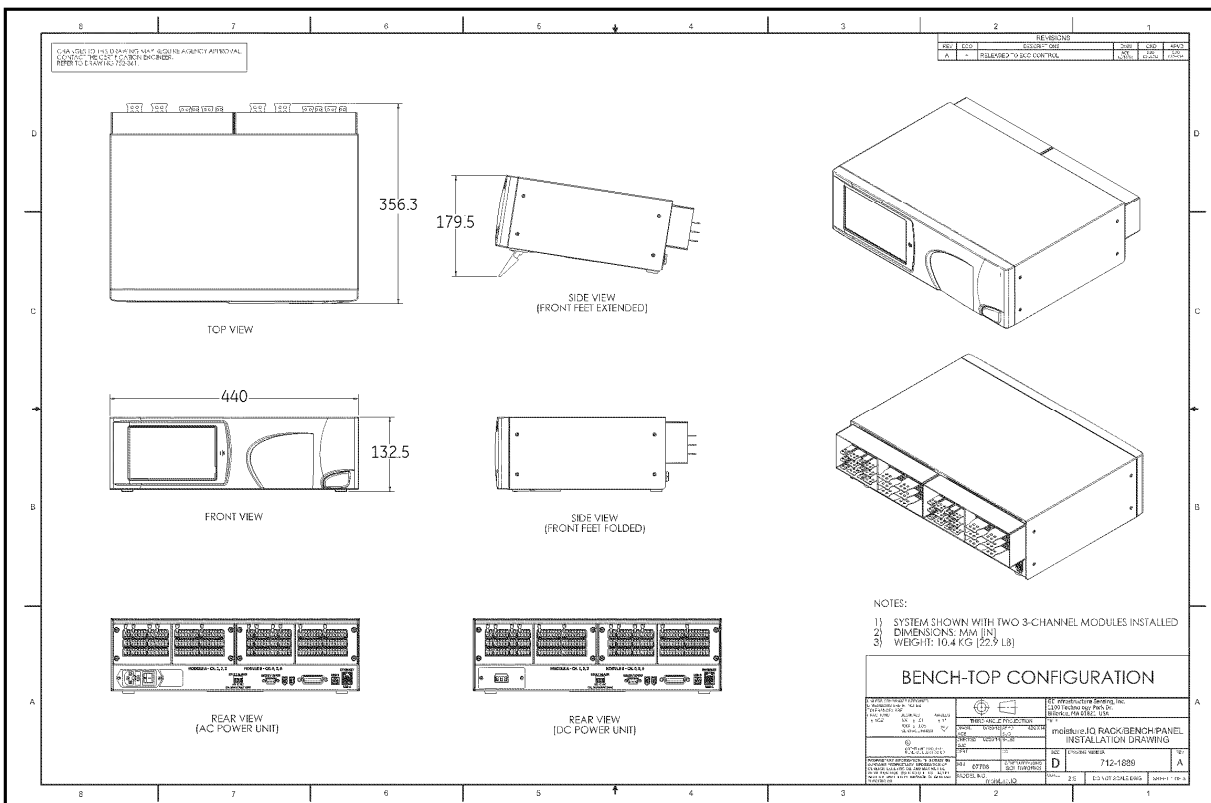
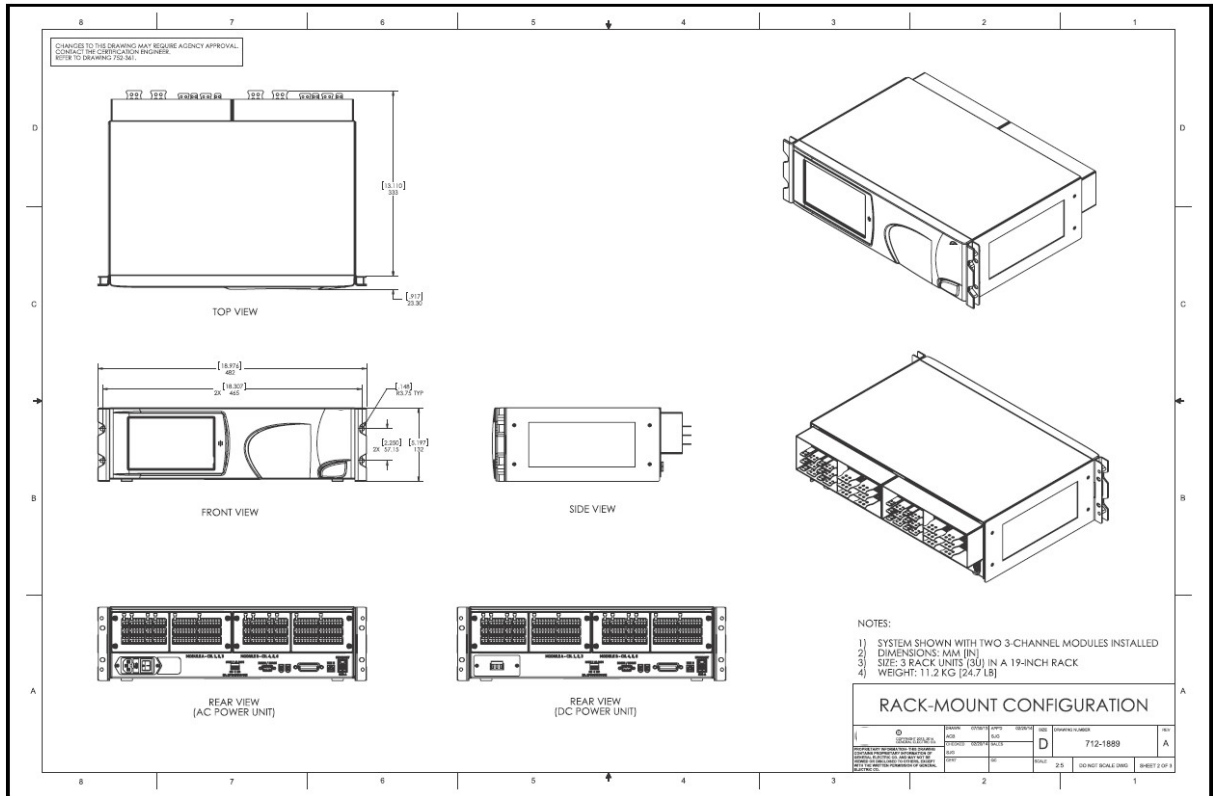
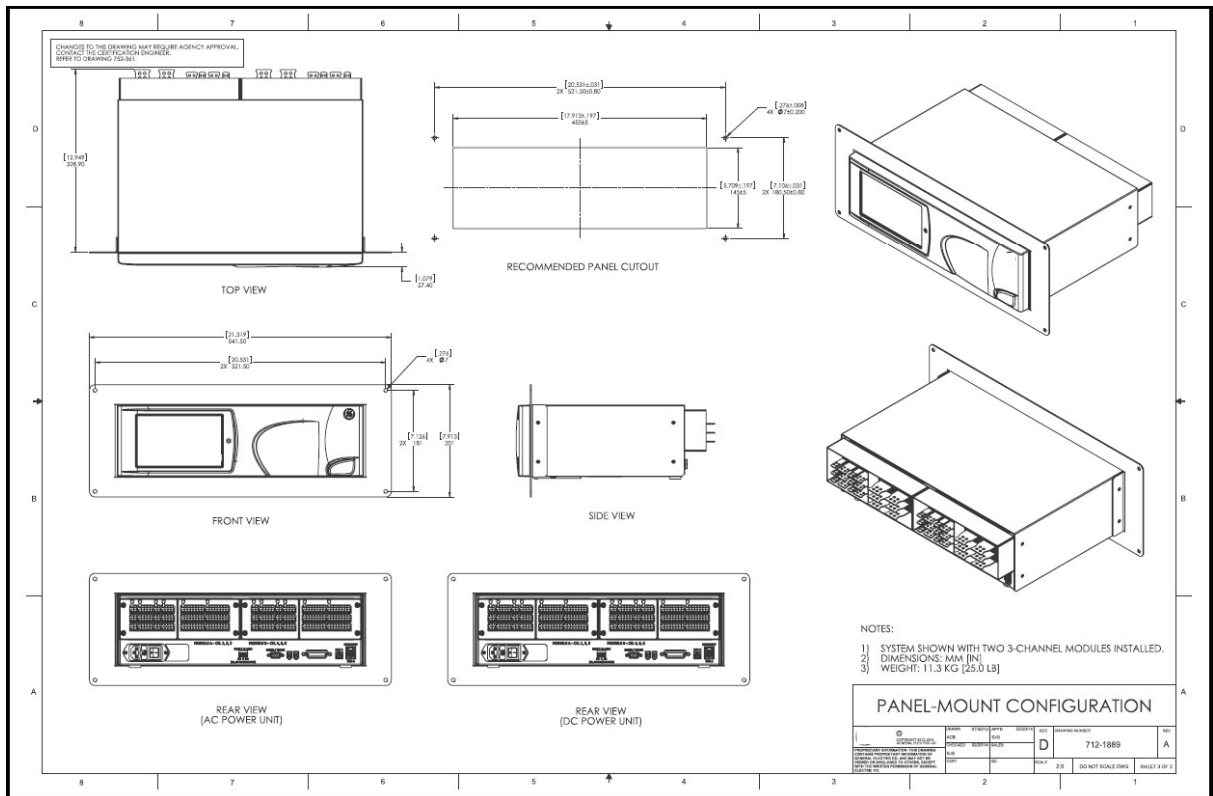

図7 : ベンチトップ構成 (図面712-1889、3枚中1枚目)
図8 : ラックマウント構成 (図面712-1889、3枚中2枚目)
図9 : パネルマウント構成 (図面712-1889、3枚中3枚目)
- 設置については、構成図面 712-1889 ラックマウント型（5ページ図8参照）/ベンチトップ型（4ページ図7参照）/パネルマウント型（5ページ図9参照）に適合する必要があります。